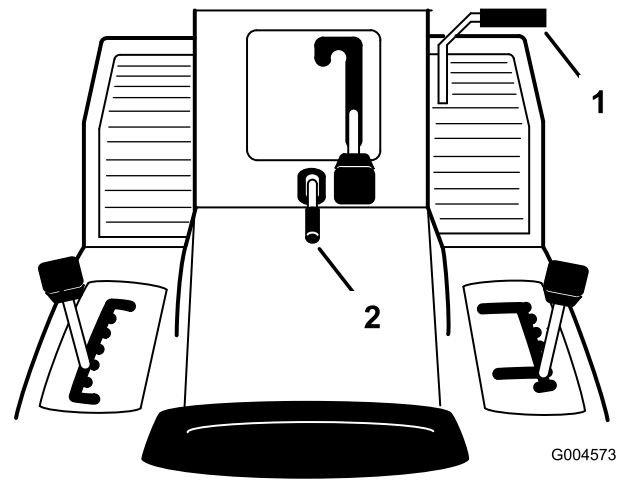

Bild 8
1. Drücken Sie das Brems-/Kupplungspedal (Bild 8) durch und halten es in der gedrückten Position.
2. Ziehen Sie den Feststellbremshebel (Bild 8) hoch und nehmen den Fuß allmählich vom Kupplungs-/Bremspedal.
1. Treten Sie auf das Kupplungs-/Bremspedal (Bild 8).